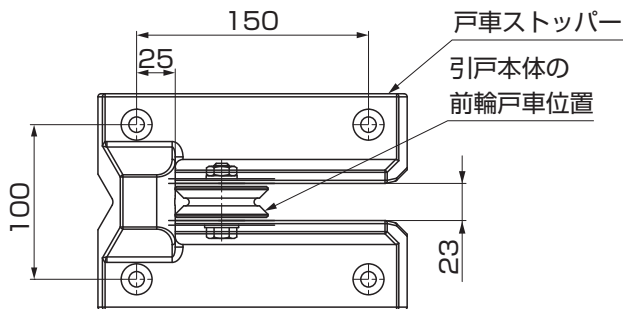

図7-1
①引戸本体を閉めた状態で引戸本体の戸車の位置にあわせて戸車ストッパーを位置合わせしてください。(図7-1参照)